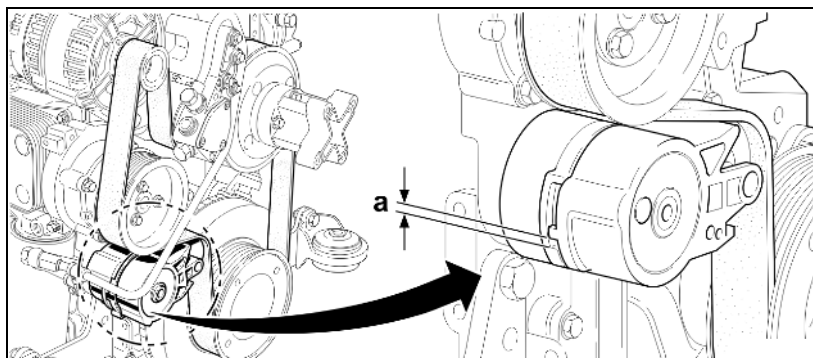

Fig. 172
1. Amplasați o cuvă de colectare sub șurubul de obturare (Fig. 172/1).